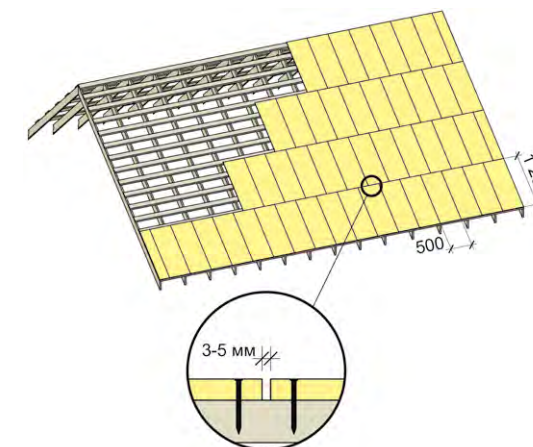

Рис. 5. Укладка сплошного основания из плит ОСП-3 или фанеры ФСФ по обрешётке.
3.1.3 Плиты необходимо разрезать и крепить в разбежку как показано на рис.5.